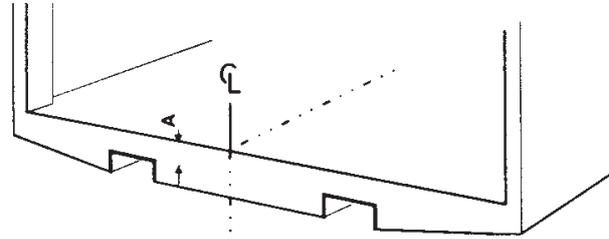

Abb. 25. Mittelpunkt an der Hecktraverse des Anhängers ausmessen und markieren
1. Mittelpunkt an der Hecktraverse des Anhängers ausmessen und markieren. Siehe Abb. 25.